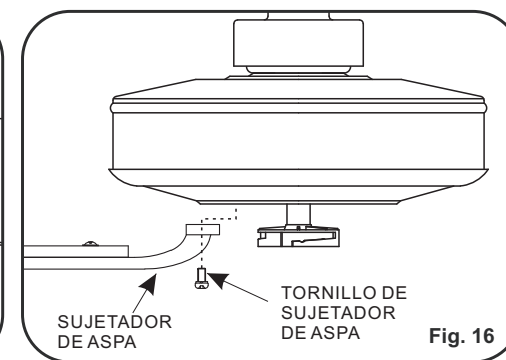

Fig. 16
Paso 2. Quite los bloqueadores de caucho del motor. Gire el motor a fin de que los agujeros de los tornillos de motor están alineados con los agujeros en el sujetador de aspas y fije con tornillos adecuados. Repita el proceso para los demás sujetadores de aspa. (Fig. 16)